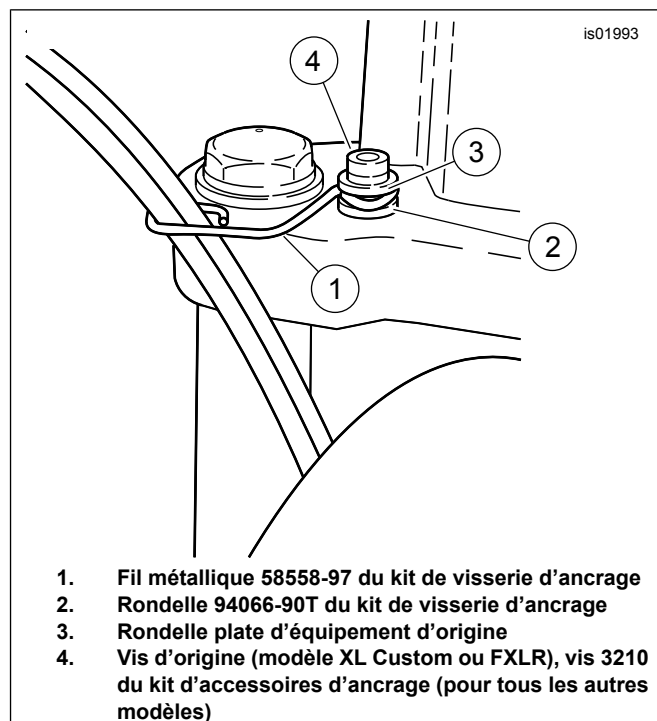

Figure 4. Attache de câble d'accélérateur (guidons larges de type Buckhorn)
Dans le cas des guidons de type Buckhorn, voir la figure 4. Utiliser l'attache métallique (1) du kit d'accessoires d'ancrage pour fixer les câbles de commande des gaz dans la pince de fixation triple supérieure, comme indiqué.
- Quant aux modèles XL Custom ou FXLR, poser la vis à tête creuse d'origine (4) et la rondelle (3) sur l'attache métallique, et la rondelle (2) du kit au-dessous.
- Sur tous les autres modèles, poser la vis à tête creuse (4) du kit et la rondelle d'origine (3) sur l'attache métallique, et la rondelle (2) du kit au-dessous.